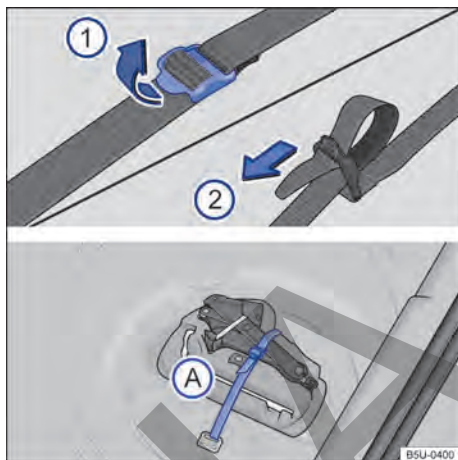

Fig. 174 En el maletero: cinta de fijación de la caja de herramientas y caja de herramientas de a bordo.
Para soltar la cinta de fijación → fig. 174 (A), tirar de la hebilla en el sentido de la flecha (1).